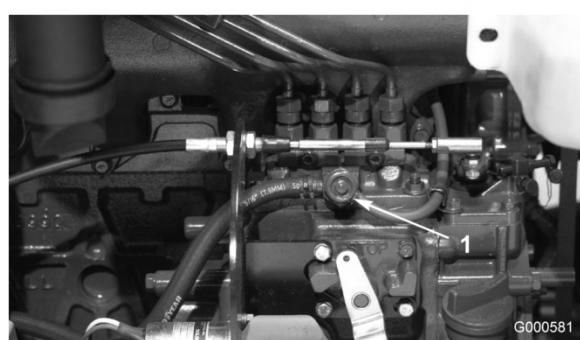

Bild 37
3. Öffnen Sie die Entlüftungsschraube an der Kraftstoffeinspritzpumpe (Bild 37).